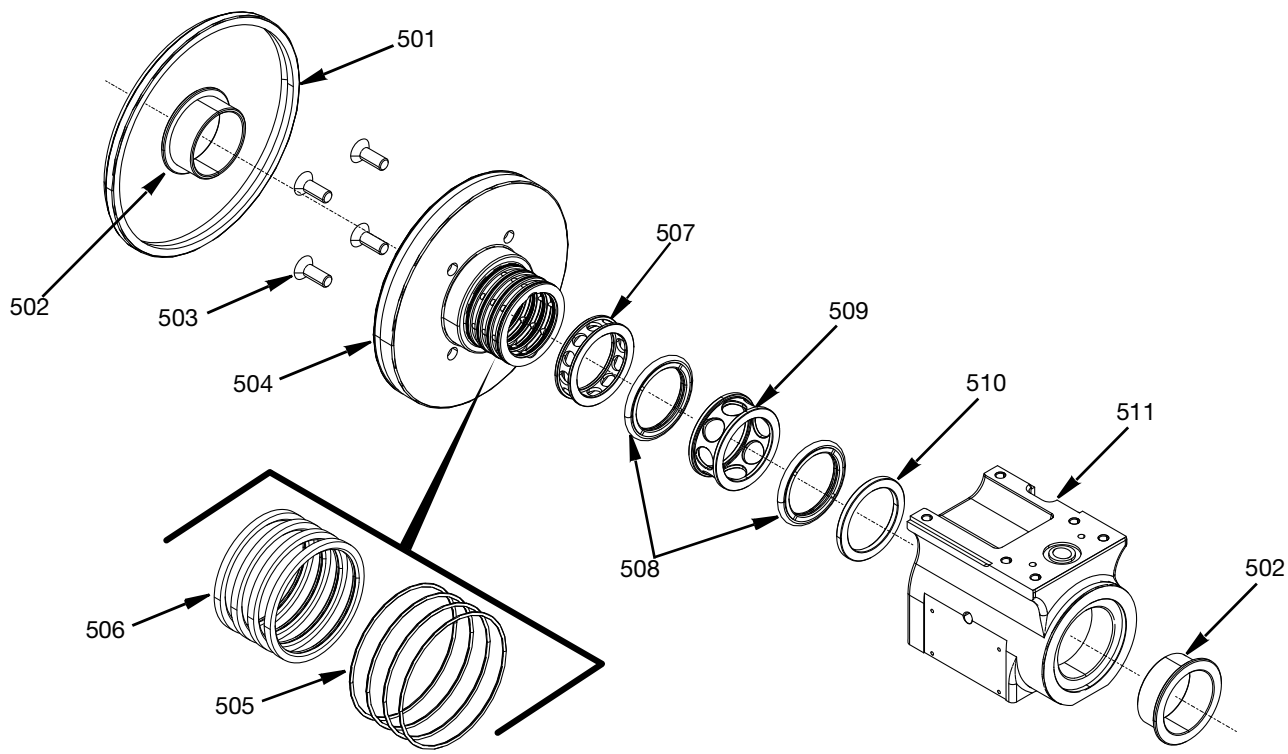

FIG. 20
1. L'anello di tenuta antipolvere (501) può essere rimosso dal cuscinetto dell'anello di distribuzione dell'aria (504).
2. Rimuovere i cuscinetti della flangia (502) e gettarli.
3. Rimuovere le viti a testa piatta M6 (503) con una chiave esagonale e rimuovere il cuscinetto dell'anello di distribuzione dell'aria (504).
4. Rimuovere i quattro O-ring (505) e le quattro guarnizioni dell'aria (506) dal cuscinetto dell'anello di distribuzione dell'aria (504) e gettarli.
5. Battere i componenti interni (507-510) fuori dal gruppo alloggiamento girevole (511). Si consiglia di utilizzare l'attrezzo 17V972 per l'installazione/rimozione della tenuta e un martello con superficie morbida per battere i componenti interni dall'alloggiamento girevole.
6. Eliminare le guarnizioni rotanti (508). Vedere FIG. 20 a pagina 20.
NOTA: Per la sequenza generale dell'assemblaggio dell'alloggiamento girevole fare riferimento alla FIG. 20.